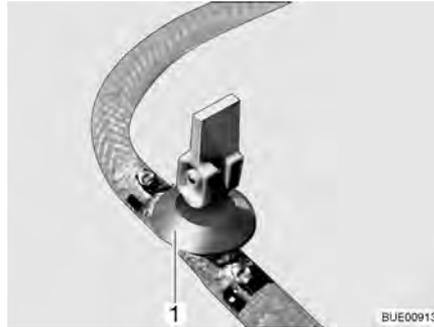
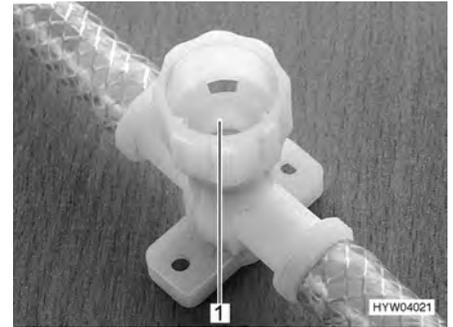

Fig. 156 Llave de desagüe (con balancín)
Fig. 157 Llave de desagüe (con tapa giratoria)
- Cerrar todas las llaves de desagüe. Para esto, poner el balancín de la llave de desagüe (Fig. 156,1) o cerrar la tapa de la llave de desagüe (Fig. 157,1) girándola en el sentido de las agujas del reloj.